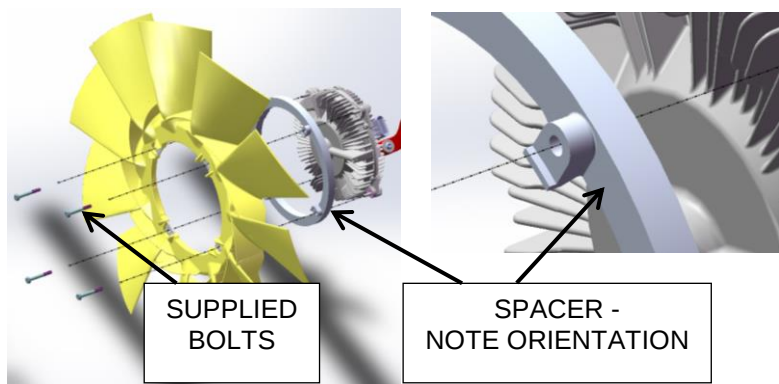

Figure 2.8
- ☐ Re-install fan body on fan clutch using the new spacer (Figure 2.8).